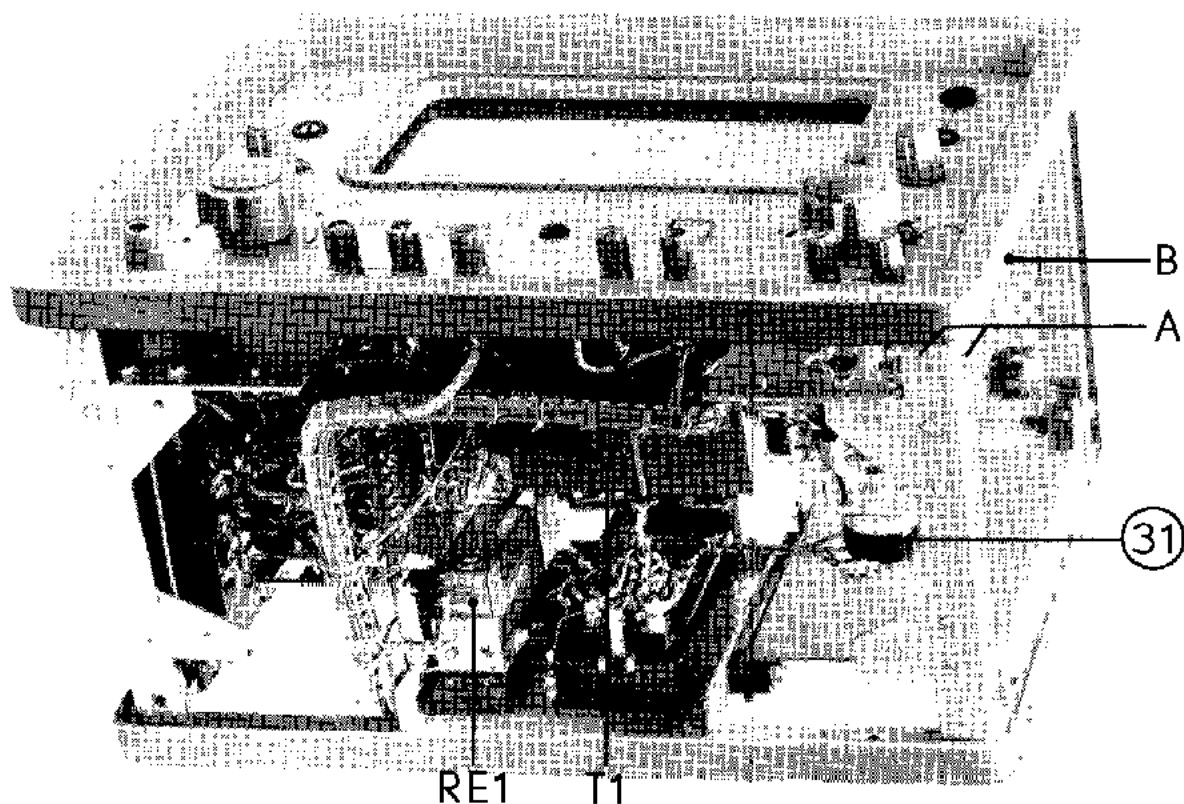

FIG. 20
- Verwijder de 8 schroeven "A" en de 2 schroeven "B" (fig. 20).